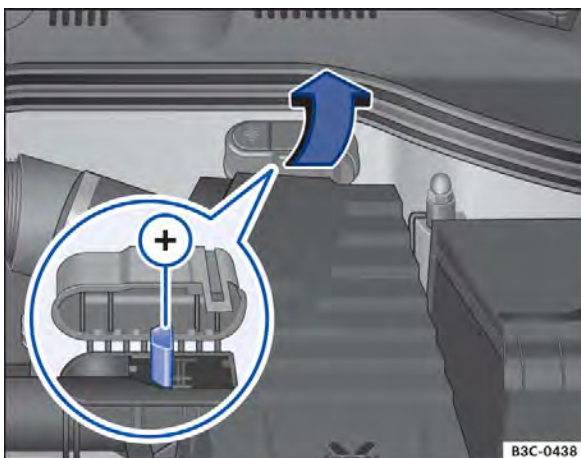
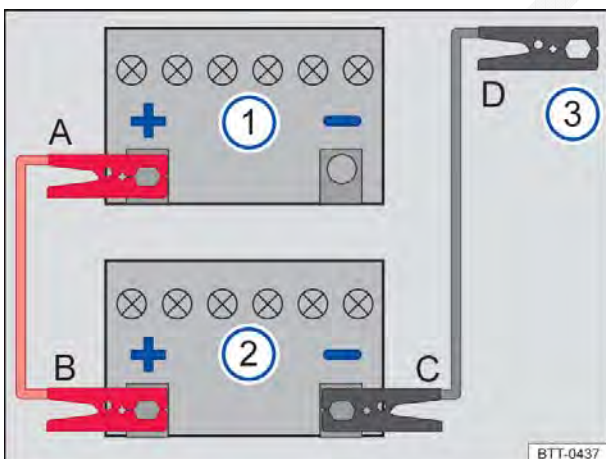
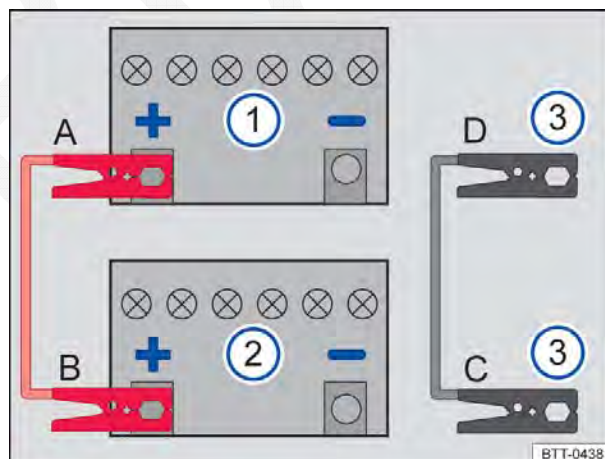

Fig. 256 No compartimento do motor sob uma cobertura: ponto de auxílio à partida (polo positivo).
Fig. 257 Esquema para a conexão dos cabos auxiliares de partida dos veículos auxiliares de partida sem sistema Start-Stop.
Fig. 258 Esquema para a conexão dos cabos auxiliares de partida dos veículos auxiliares de partida com sistema Start-Stop.
O ponto de auxílio à partida (polo positivo) ⇒ Fig. 256 (+) está embaixo de uma cobertura.
Legenda para Fig. 257 e Fig. 258:
Conectar o cabo auxiliar de partida somente na sequência **A – B – C – D** ⇒ Fig. 257 ou ⇒ Fig. 258.
- Se necessário, abrir a cobertura da bateria do veículo no compartimento do motor ⇒ Página 312 ou rebater a cobertura do ponto de auxílio à partida (polo positivo) ⇒ Fig. 256.
- Conectar uma extremidade do cabo auxiliar de partida *vermelho* ao polo positivo ⇒ Fig. 257 (+) ou no ponto de auxílio à partida (polo positivo) ⇒ Fig. 256 do veículo com a bateria do veículo descarregada ① ⇒ ⚠.
- Conectar a outra extremidade do cabo auxiliar de partida *vermelho* ao polo positivo (+) da bateria do veículo fornecedora de corrente ②.
- Em veículos **sem sistema Start-Stop ou função de reaproveitamento da energia**: conectar uma extremidade do cabo auxiliar de partida *preto* preferencialmente num ponto de auxílio à partida (ponto de aterramento), senão no polo negativo (-) da bateria do veículo fornecedor de corrente ⇒ Fig. 257 ②.
- Em veículos **com sistema Start-Stop ou com função de reaproveitamento da energia**: conectar uma extremidade do cabo auxiliar de partida *preto* ⇒ Fig. 258 ③ no ponto de auxílio à partida (ponto de aterramento), ou na argola de reboque dianteira aparafusada, numa peça maciça de metal aparafusada firmemente com o bloco do motor, ou ao próprio bloco do motor.
- Conectar a outra extremidade do cabo auxiliar de partida *preto* ⇒ Fig. 257 ③ ou ⇒ Fig. 258 ③ do veículo com a bateria descarregada preferivelmente à um ponto de auxílio à partida (ponto de massa), ou à argola de reboque dianteira parafusada ⇒ Página 422, à uma peça maciça de metal parafusada firmemente ao bloco do motor ou ao próprio bloco do motor ⇒ ⚠.
- Desconectar o cabo de auxílio à partida com o motor em funcionamento somente na sequência **D – C – B – A** ⇒ Fig. 257 ou ⇒ Fig. 258.